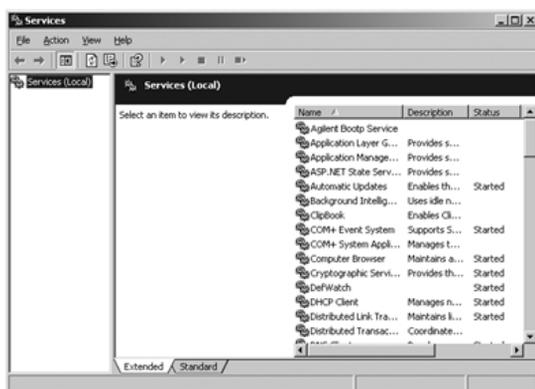

図 24 Windows の [サービス] 画面
- 1 Windows のコントロールパネルで、管理ツール > サービス の順に選択します。サービス 画面が表示されます（『80 ページ 図 24』を参照）。